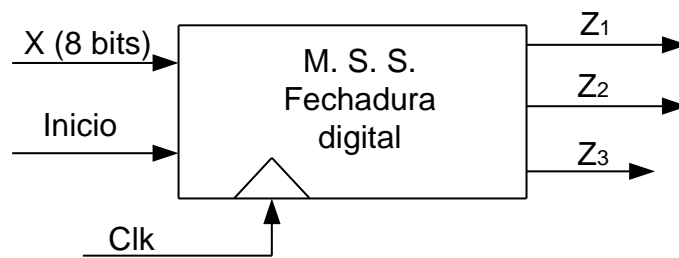

Figura 1 – Esquema da fechadura digital.
1Q: Usando funções MSI, FF's e portas, projete uma **fechadura digital** (ver figura 1 – esquema) que se a sequência **50, 100 e 200** for feita à tranca se abre (saída $Z_3=1$) caso contrário à tranca não se abre (saída $Z_3=0$). Duas saídas Z_1 e Z_2 mostram se a sequência está correta. Quando $Z_1=1$ e $Z_2=0$ a **sequência está errada**; quando $Z_1=0$ e $Z_2=1$ a **sequência está correta**; quando $Z_1=Z_2=0$ **inicio da sequência** deve ser introduzida; quando $Z_1=Z_2=1$ é **fim da sequência** e está correta. A entrada X de 8 bits é usada para gerar a sequência (entrada BCD). A **variável inicio**=0, a fechadura está trancada; para $\text{inicio}=1$, começa a leitura do código (X). A variável *inicio* é síncrona.